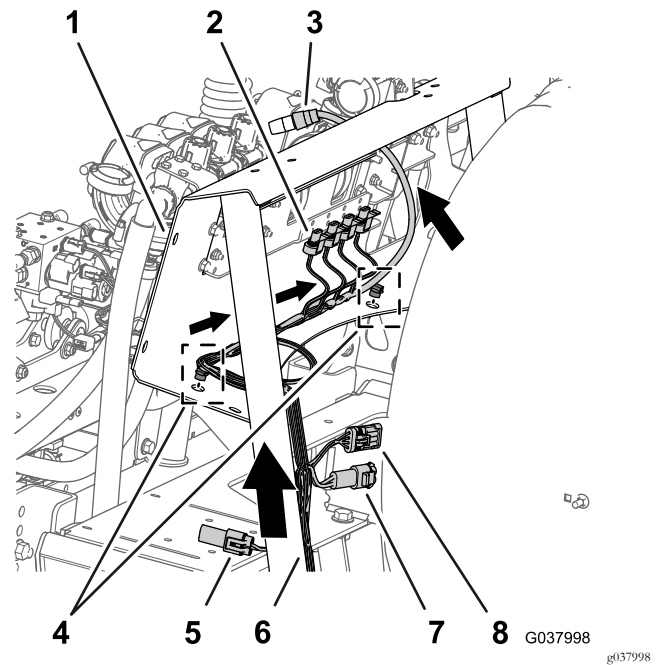

Рисунок 112
- Вставьте вставные держатели ответвления длиной 76 см в отверстия нижнего фланца крепления коллектора (Рисунок 112).
- Проложите ответвление длиной 76 см от жгута проводов внутри опорного штока крепления клапанов и назад в сторону клапанов секций стрел и клапана перемешивания, как показано на Рисунок 112.